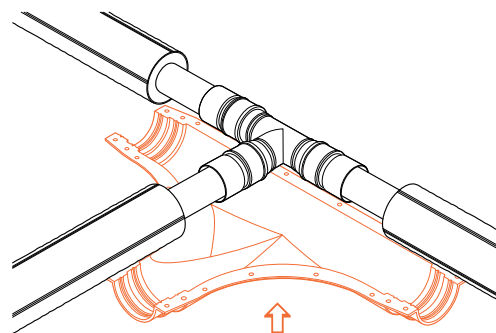

Рис. 4.6.3
- Надеть концевой предохранитель на подготовленный конец трубы (рис. 4.6.3).
3. Расположить нижнюю половину защитного кожуха под изолируемым тройником таким образом, чтобы она плотно прилегала к поверхности труб в местах нанесения герметика (рис. 4.6.3).